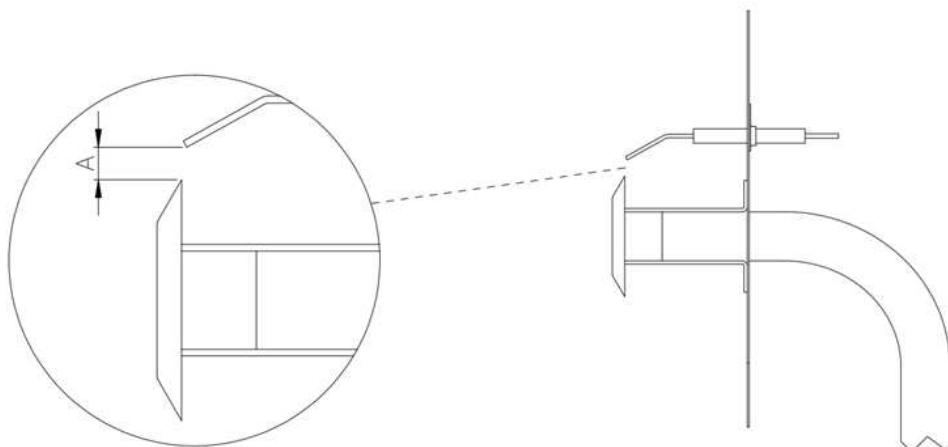

Fig. 8
- 4.5.2. Contrôlez la position de l'électrode de démarrage (voir Fig. 8).
A=5-7mm Figure.8